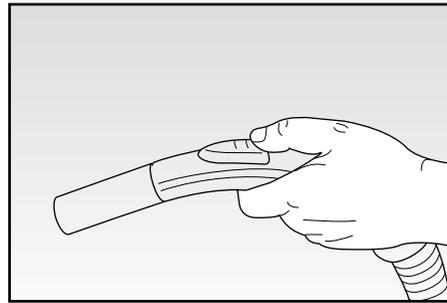

Fig. 5
La valvola dell'aria secondaria (N) si trova sull'impugnatura e viene utilizzata per regolare la forza d'aspirazione (Fig. 5).